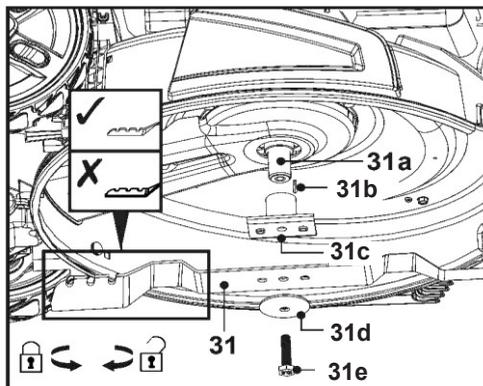

Рис. 28
**ПРИМЕЧАНИЕ:** При проведении осмотра режущего устройства (31) и выполнении работ с ним настоятельно рекомендуется поднимать газонокосилку домкратом. Следует избегать опрокидывания (переворачивания) газонокосилки во избежание утечек топлива и масла.
1. Необходимо следить за тем, чтобы нижняя часть корпуса и режущее устройство (31) были чистыми и удалять весь мусор. Извлечь все остатки срезанной травы из заднего жёлоба для выброса травы (30).
2. Перед началом эксплуатации следует периодически проверять затяжку всех гаек и болтов. После длительного использования, особенно в условиях песчаной почвы, режущее устройство (31) изнашивается и частично теряет первоначальную форму. Эффективность кошения снизится, и режущее устройство будет необходимо заменить.
3. Для обеспечения эффективности кошения необходимо, чтобы режущее устройство (31) было острым. Замените изношенный или поврежденный режущий инструмент на новый инструмент того же типа или поручите его заточку квалифицированному специалисту.
4. Если нет возможности поднять косилку домкратом, её следует наклонить в правую сторону, чтобы крышка топливного бака (9) была сверху. Это помогает предотвратить утечку топлива и избежать затруднения запуска двигателя из-за заливки карбюратора (14).
5. Гаечным ключом (размер 17 мм) отвернуть болт с шестигранной головкой (31e) против часовой стрелки и снять его вместе с чашеобразной шайбой (31d), режущим инструментом (31), держателем лезвия (31c) и штифтом (31b) со шпинделя (31a) (рис. 28).
7. Заменить режущий инструмент (31) на новый такого же типа. Проверить состояние фланца держателя лезвия (31c), затем правильно закрепить режущий инструмент (31) и закрепить узел с помощью чашеобразной шайбы (31d) и болта с шестигранной головкой (31e). Затяните болт с шестигранной головкой (31e) по часовой стрелке с усилием 40-45 Нм, чтобы обеспечить безопасную эксплуатацию косилки (рис. 28).
**ОПАСНО!** Перед установкой режущего инструмента (31) убедитесь, что лезвия обращены внутрь корпуса.